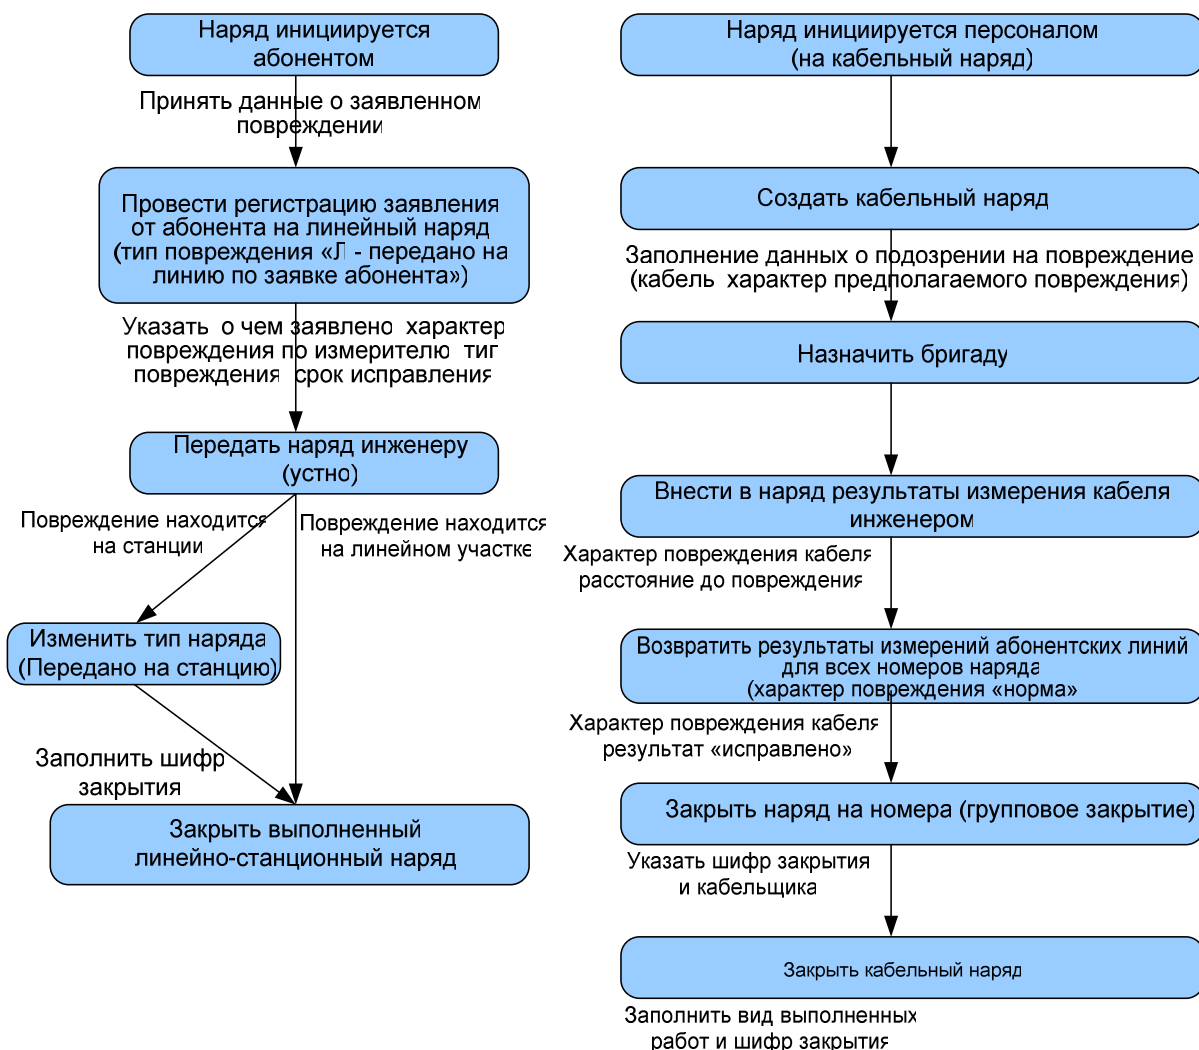

Рис. 5. Алгоритм обслуживания операторами Бюро Ремонта клиентов
В лабораторной работе Вам предстоит выполнить действия оператора службы Бюро Ремонта Оператора связи. Для обслуживания клиентов Вам предоставлен обобщенный алгоритм обслуживания клиентов (см. рис. 5). В каждом из сценариев описаны исходные данные для оформления заказа в систему. Ваши задачи:
1. Ознакомьтесь с задачами, которые ставятся в процессе обслуживания клиентов в соответствии с алгоритмом обслуживания клиентов (рис. 5);